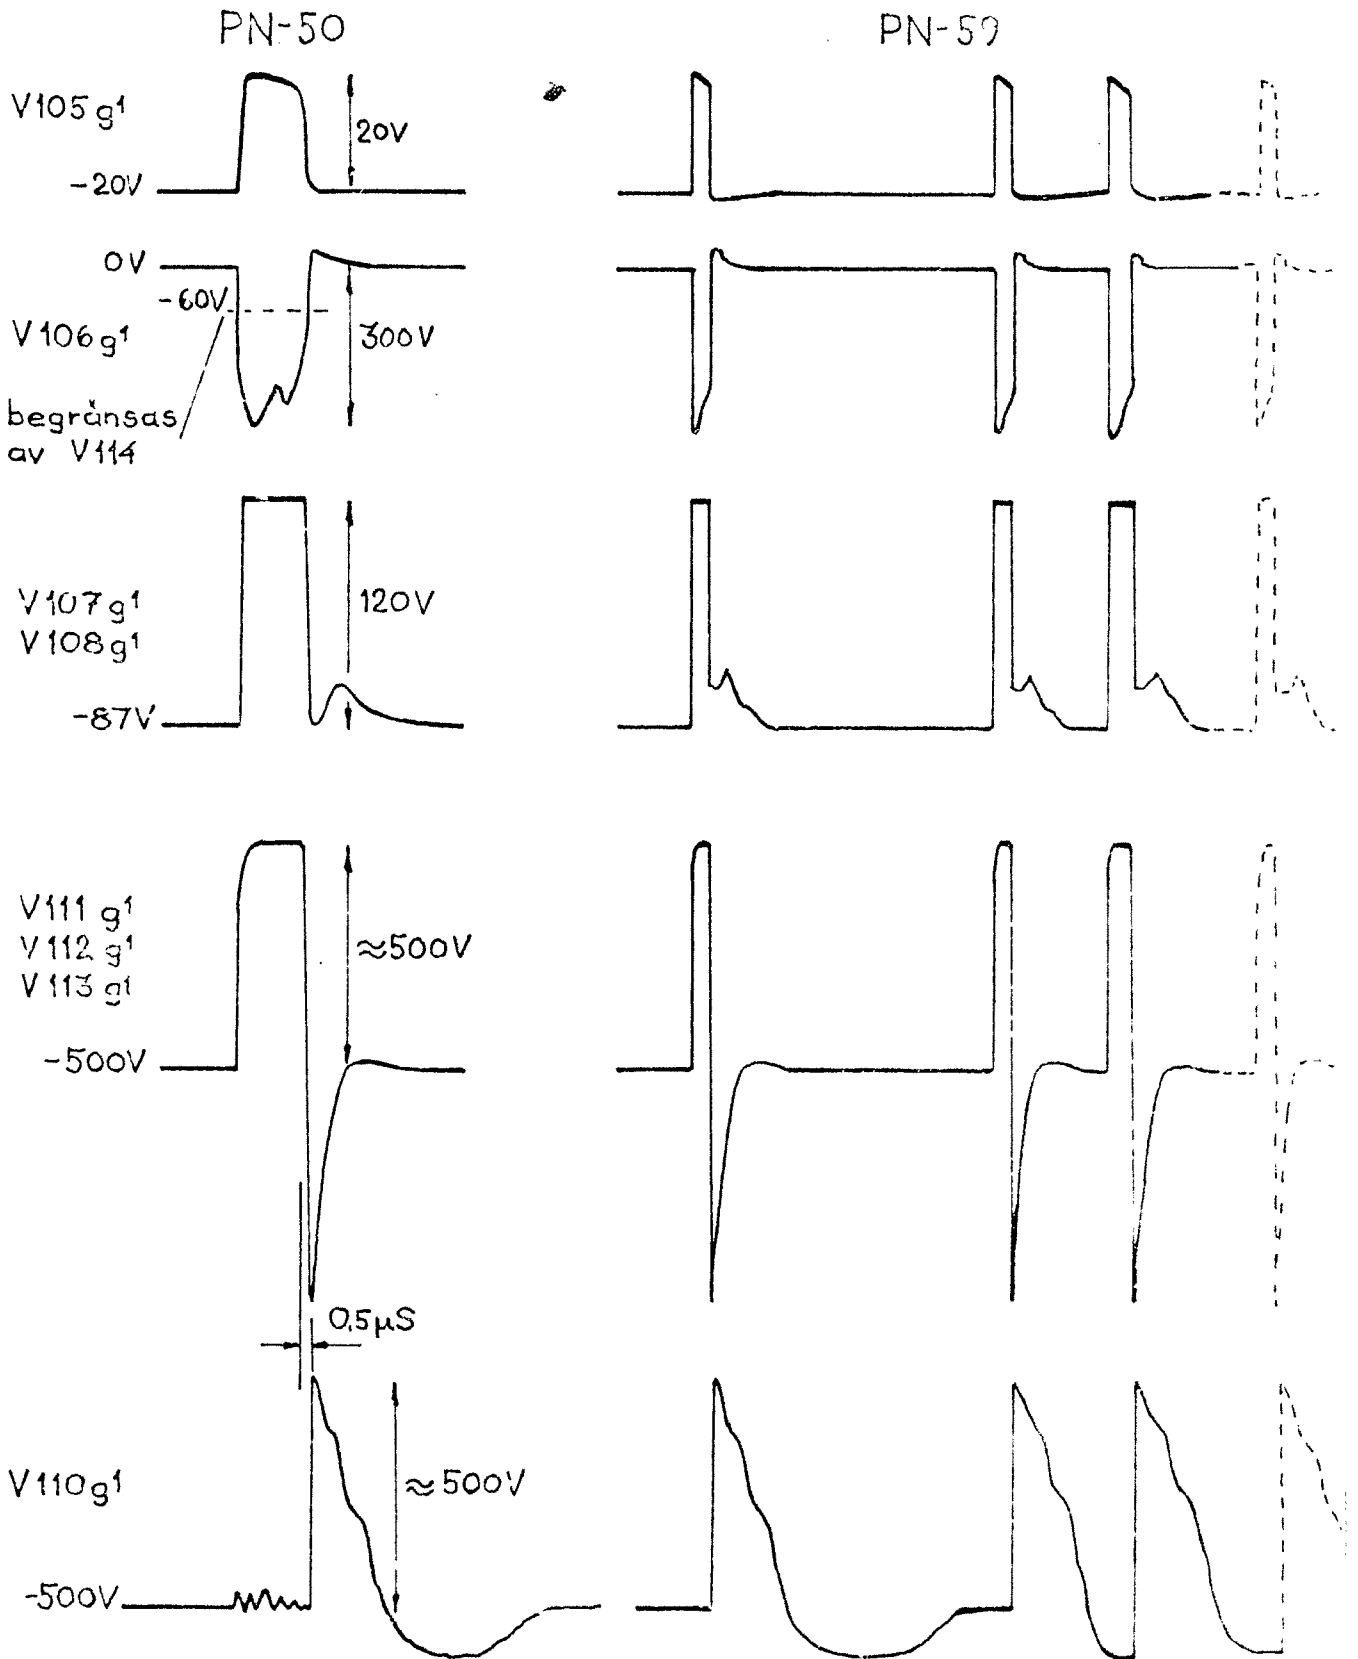

Bild 37
- 36.04. Kontrollera pulserna i effektstegets modulator. Se bild 37.